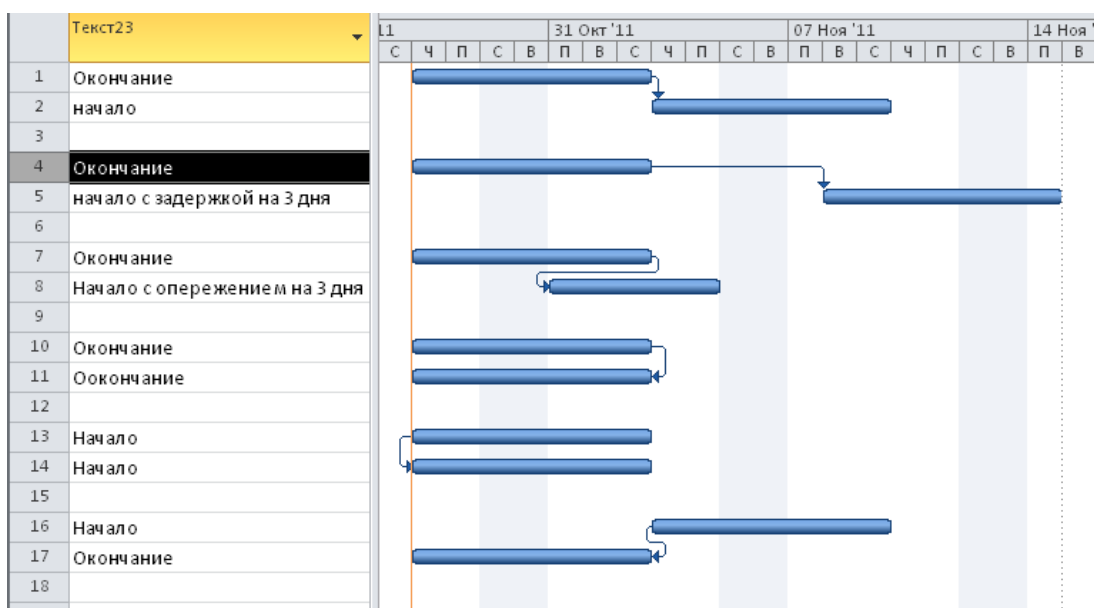

Рис. 5.7 - Связи в Microsoft Project
- а) «Окончание-Начало» - последующая операция не может начаться ранее, чем завершится предыдущая, Рис. 5.7;